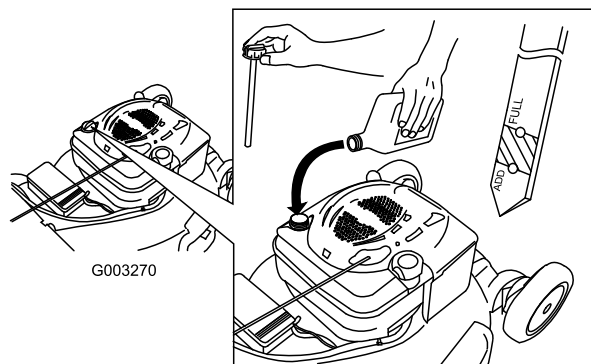

Figure 12
2. Sortez de nouveau la jauge et contrôlez le niveau d'huile (Figure 12). Si le niveau n'atteint pas le repère minimum (Add) de la jauge, versez **lentement** suffisamment d'huile dans le goulot de remplissage pour faire monter le niveau au repère maximum (Full). **Ne remplissez pas excessivement.** (Remplissage max. : 0,59 l (20 onces), type : huile détergente SAE 30W de classe de service API SF, SG, SH, SJ, SL ou supérieure.
1. Retirez la jauge, essuyez-la sur un chiffon et remettez-la dans le goulot de remplissage (Figure 12).